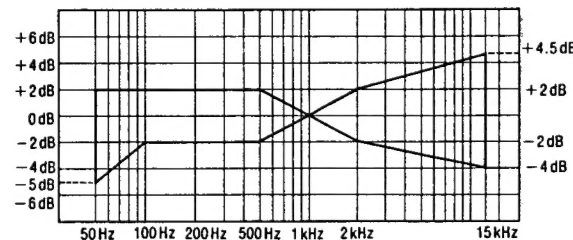

Fig. 10
8. S'assurer que le niveau soit en deçà de la plage montrée à la Fig. 10.